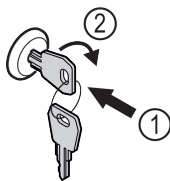

Fig. 129
- ▶ Πιέστε μέσα το κλειδί Fig. 129 (1).
- ▶ Περιστρέψτε το κλειδί 90° δεξιόστροφα Fig. 129 (2).